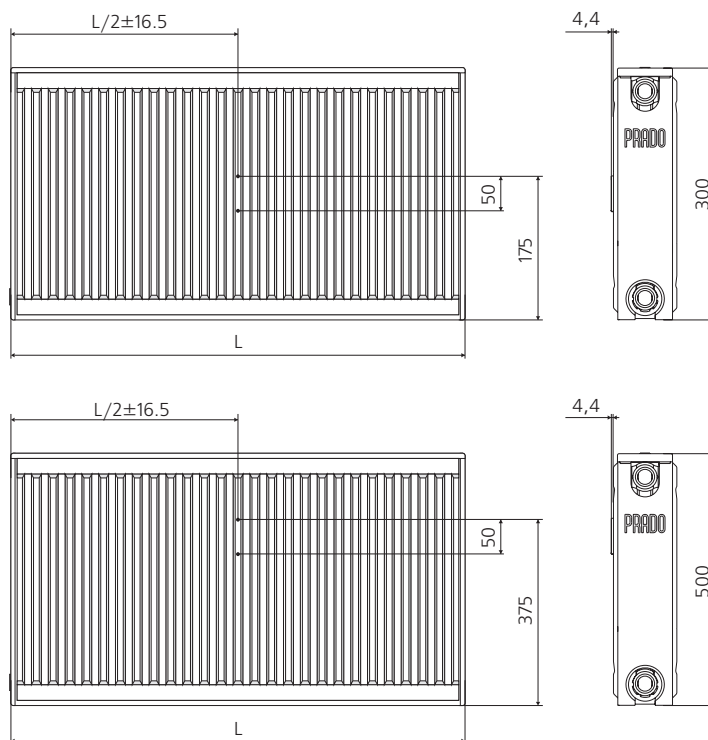

Рис. 14. Схемы установки распределителей тепловой энергии на передней панели радиатора «PRADO»
21. Для случаев, когда в системах отопления предусмотрена установка на отопительных приборах распределителей стоимости потребления теплоты для расчёта количества теплоты, потребляемой отдельными радиаторами, на рис. 14. показаны места размещения на фронтальной панели радиатора этих распределителей соответственно для приборов высотой 500 и 300 мм при условии движения теплоносителя по схеме «сверху-вниз».
Монтаж распределителей стоимости теплоты допускается при строгом соблюдении соответствующих инструкций. Приварку сварочных винтов на поверхности фронтальной панели радиатора согласно схемам на рис. 14. следует осуществлять методом конденсаторной сварки при помощи пистолета AKKU-TWIN или его аналога, согласно инструкции к сварочному пистолету, предварительно зачистив места приварки винтов от лакокрасочного покрытия.